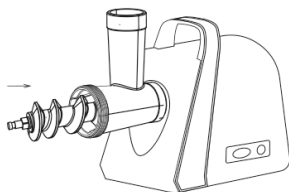

рис.3
7.1.2 Поместите шнек в горловину узким концом вперед и слегка проверните его пока он не войдет в тесный контакт с приводом электродвигателя (рис. 3).